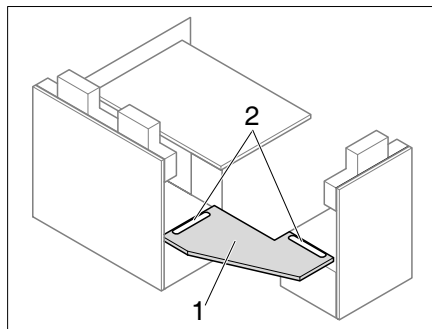
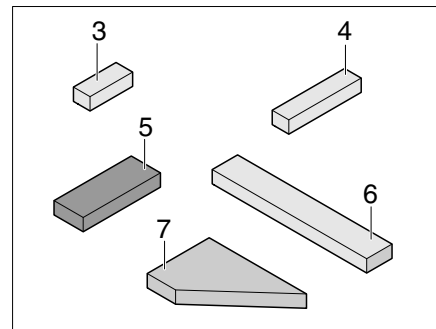
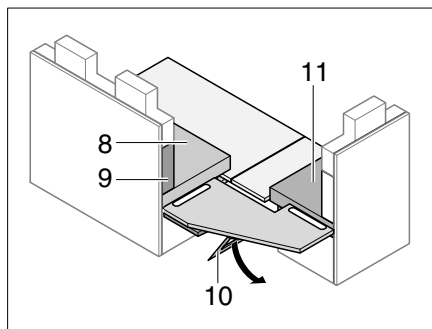
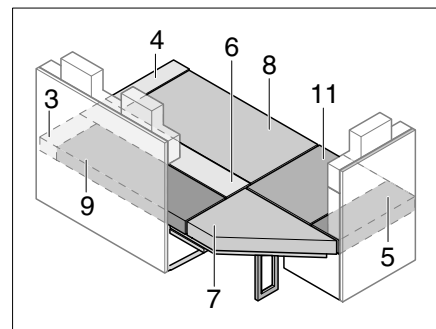

Fig. 183 Inserire il pannello di rinforzo
Fig. 184 Cuscino aggiuntivo
Fig. 185 Appoggio del pannello di rinforzo
Fig. 186 Dopo la trasformazione
- Applicare il pannello di rinforzo (Fig. 183,1) nelle scanalature (Fig. 183,2).
- Aprire il puntello (Fig. 185,10) sotto il pannello di rinforzo del divanetto (Fig. 183,1).
- Posizionare i cuscini del divano, dello schienale e aggiuntivi come illustrato in Fig. 186 (i numeri di posizione fanno riferimento a Fig. 184 e a Fig. 185).
- Aprire le prolunghe del divanetto (Fig. 183).